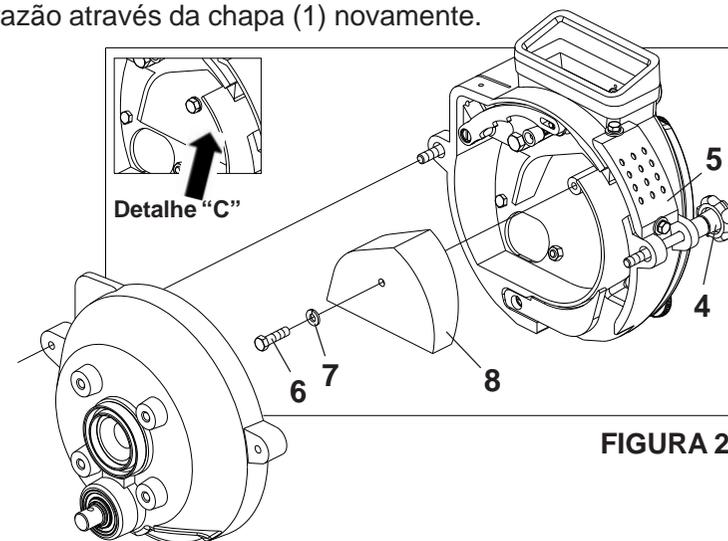

FIGURA 27
- 09 - Através do puxador (4) retire a tampa frontal (5), observando no detalhe "C" da **FIGURA 27** como o dosador sai de fábrica. Para sementes muito graúdas, exemplo: milho peneira 24, retire o limitador interno (8), procedendo da seguinte maneira: